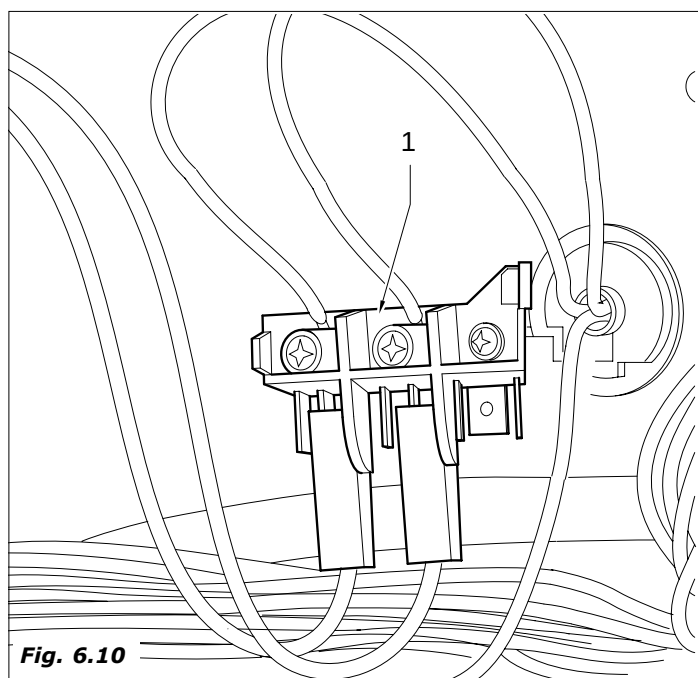
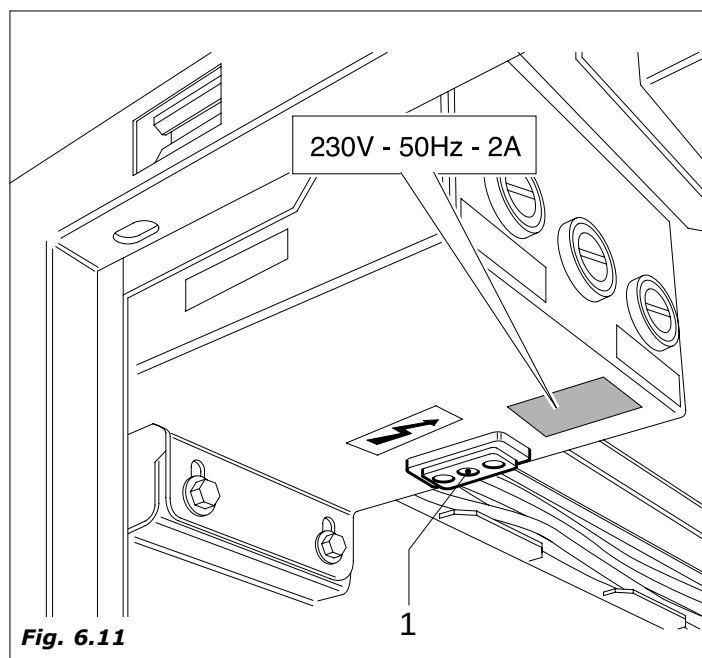

Fig. 6.10
Fig. 6.11
Con la puerta abierta, quedan bajo tensión la regleta del cable de alimentación (Fig.6.10-pos.1) y la toma de servicio interna del distribuidor automático (Fig.6.11-pos.1).